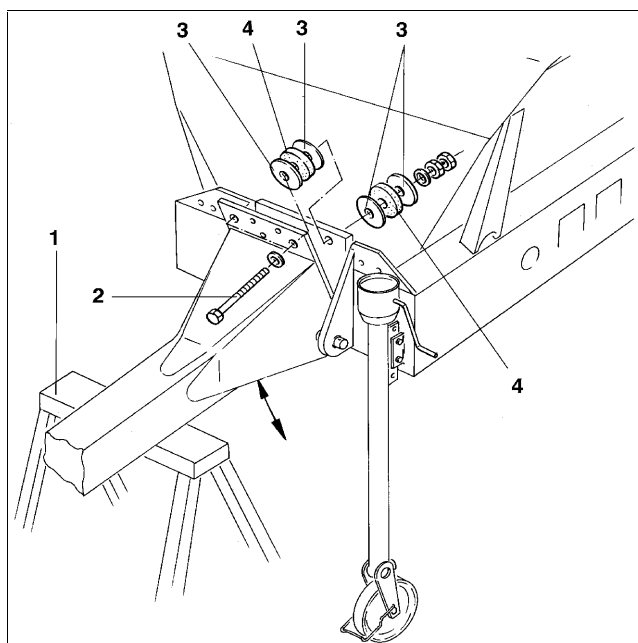

Fig. 9
- Posez le timon sur un solide chevalet (Fig. 9 /1) puis desserrer les deux boulons de fixation (Fig. 9 /2).
- La position du timon change quand on déplace de manière égale les rondelles d'écartement (Fig. 9 /3). Il ne faut pas retirer les butoirs (Fig. 9 /4). Ils amortissent les coups portés à l'épandeur par le tracteur.